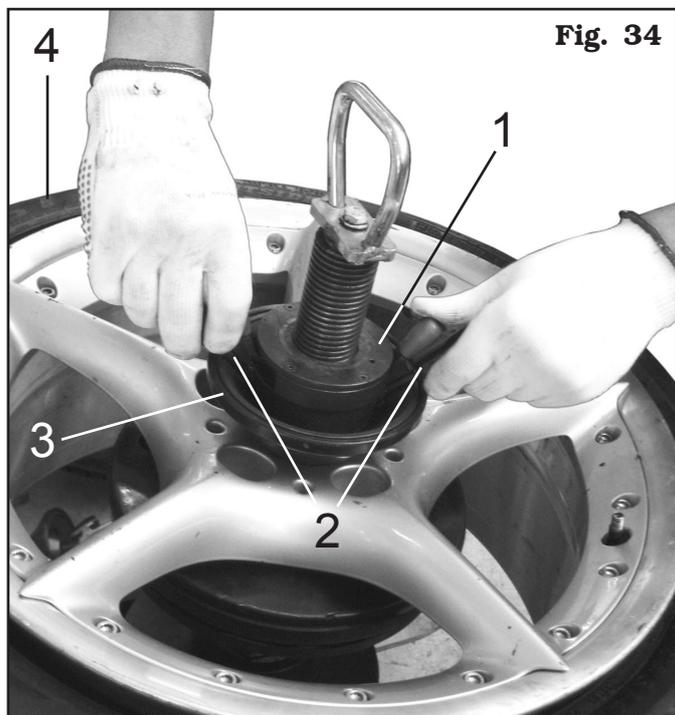

Fig. 34
6. donc, tourner la bague (Fig. 34 réf. 1) à travers les leviers extérieurs (Fig. 34 réf. 2) jusqu'au complet blocage du cône (Fig. 34 réf. 3) sur la roue (Fig. 34 réf. 4) ;